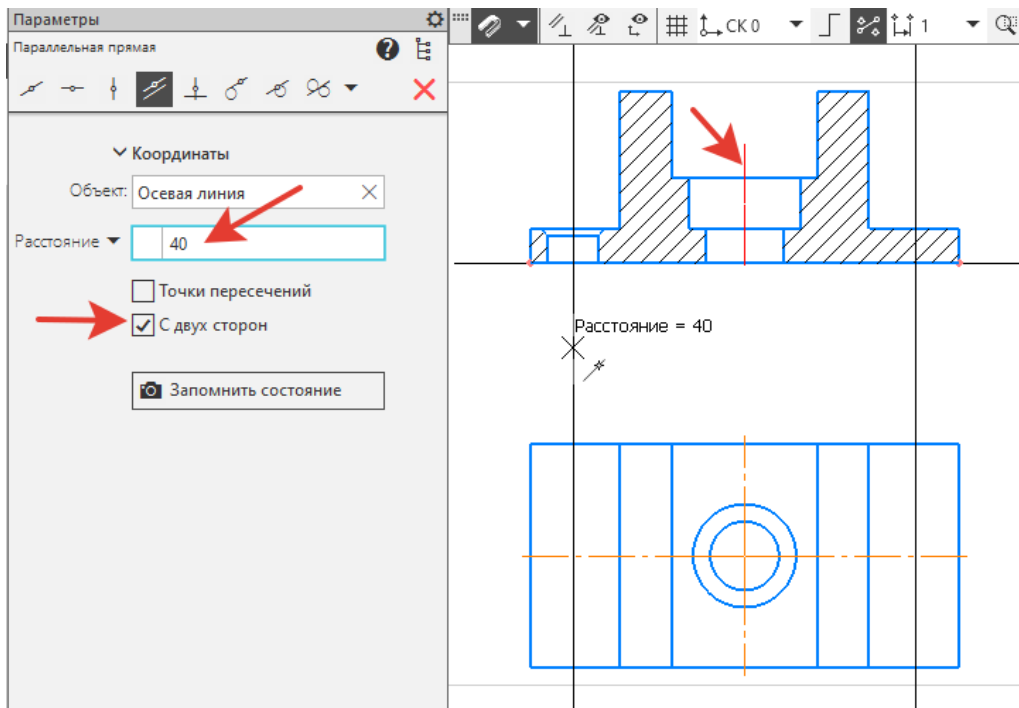

Рисунок 49.
13. С помощью команды **Вспомогательная параллельная линия** и **Расстояние – 40**, ставим галочку – **С двух сторон** и указываем центральную осевую линию. Проецируем вертикальные осевые линии отверстий с зенковками на вид сверху (рисунок 49).